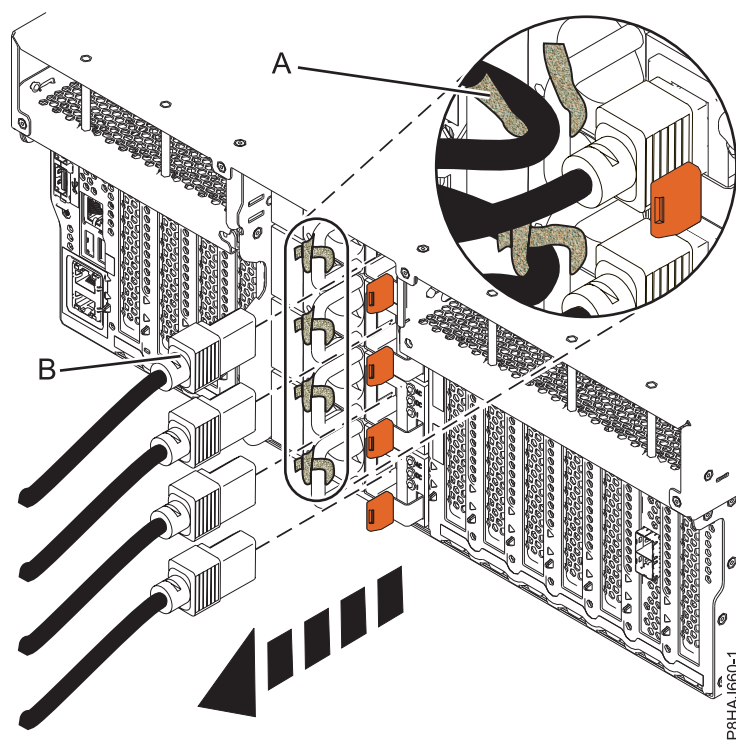
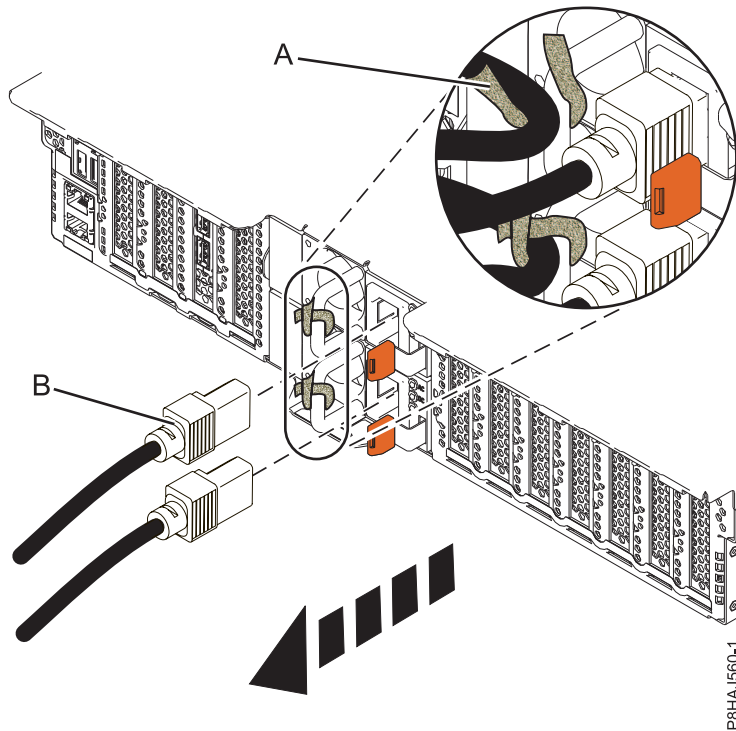
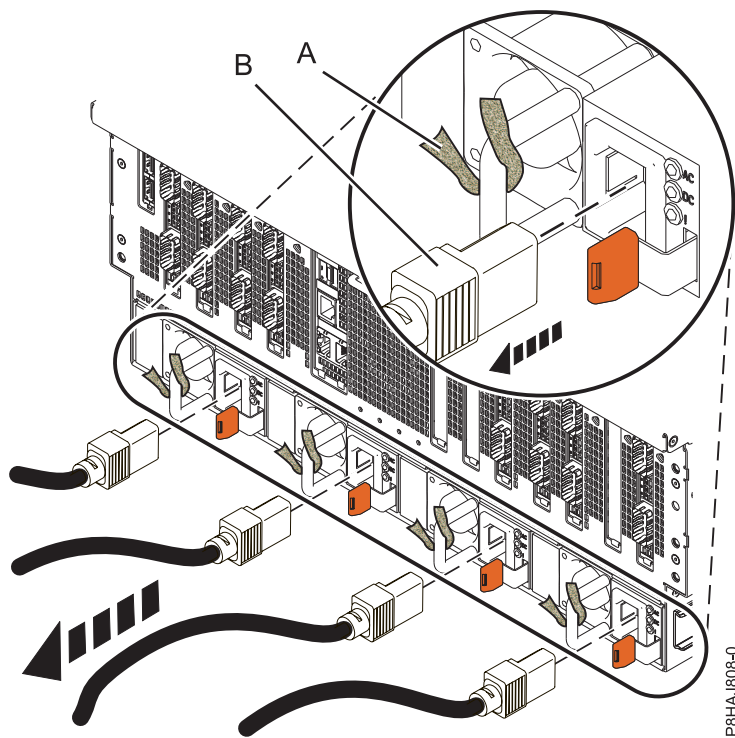

Figura 56. Extracció dels cables d'alimentació d'un sistema 8247-42L, 8286-41A o 8286-42A
Figura 57. Extracció dels cables d'alimentació d'un sistema 5148-21L, 5148-22L, 8247-21L, 8247-22L, 8284-21A, o 8284-22A
Figura 58. Extracció dels cables d'alimentació d'un sistema 8408-44E o 8408-E8E
3. Desconnecteu els cables d'alimentació **(B)** de la unitat del sistema. Consulteu Figura 56 a la pàgina 97, Figura 57 a la pàgina 97 o Figura 58 a la pàgina 98 depenent del tipus de sistema que tingueu.